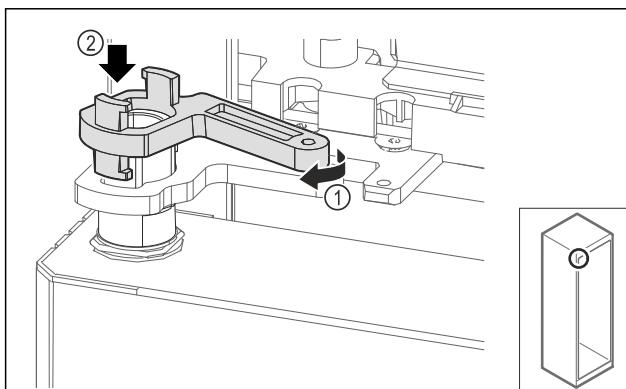

Fig. 66
- ▶ Zľahka otočte blokovanie ložiskovej konzoly Fig. 66 (1) a nasadte na puzdro Fig. 66 (2).